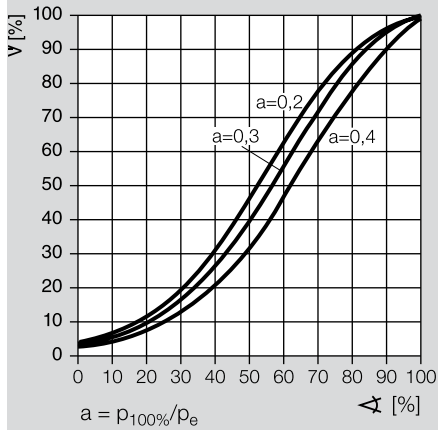

Рис. 3
1. Определение Δp в дроссельной заслонке с помощью регулировочных характеристик (Рис. 3) и давления на выходе p_a . Регулировочная характеристика $a = 0,3$ обеспечивает наиболее хорошее регулирование.